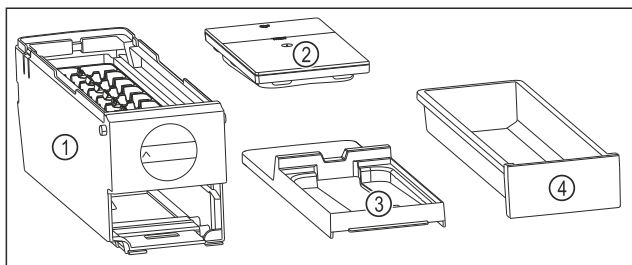

Fig. 112 Součásti EasyTwist-Ice
- ▶ EasyTwist-Ice je rozebrán na čtyři části. (viz Fig. 112)
- ▶ EasyTwist-Ice rozebírejte pouze na zobrazené součásti. (viz Fig. 112)
- ▶ Korpus EasyTwist-Ice Fig. 112 (1) vyčistěte jako celek.